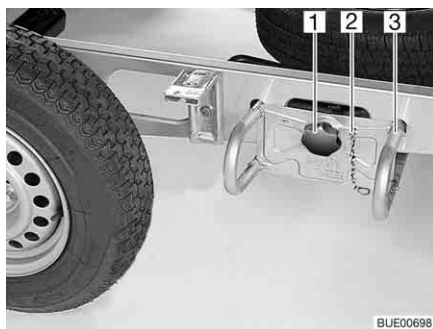

Bild 234 Reservhjulshållare
- Haka ur säkringskedjan (Bild 234,2).
- Lossa och skruva ut rattskruven (Bild 234,1).
- Dra ut reservhjulshållaren (Bild 234,3) ca 10 cm och lägg ned den på marken.